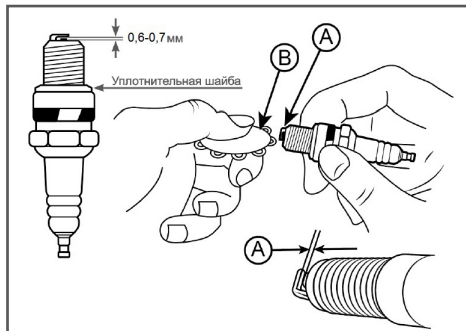

Рис. 11 Проверка зазора между электродами
4. Измерьте зазор между электродами специальным щупом. Зазор должен быть 0,6-0,7 мм (Рис.11). При увеличении или уменьшении требуемого зазора рекомендуется заменить свечу, так как регулировка зазора может привести к изменению качества искрообразования.